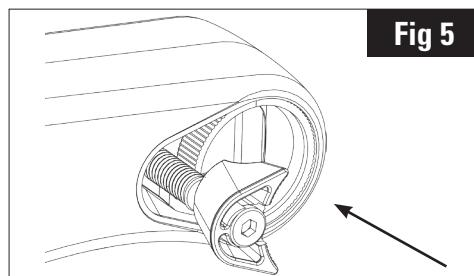

Fig 5
4. Passer l'ensemble tampon+vis (12+14+15) dans son logement dans le corps de potence (Fig 5).